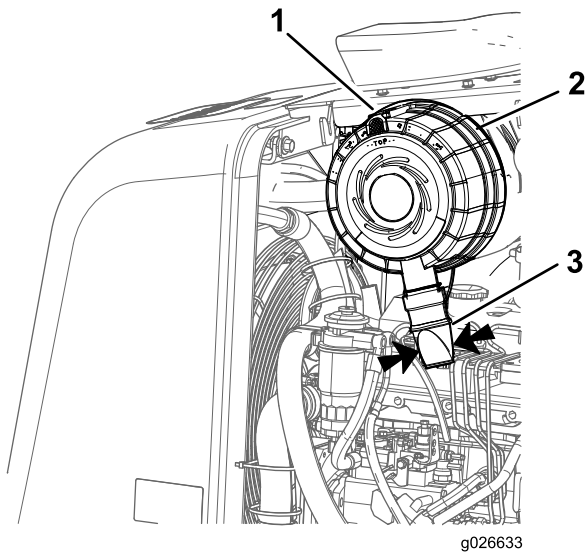

Figure 45
Serrez les côtés de la valve à poussière pour évacuer l'eau, la poussière ou les saletés éventuellement accumulées (Figure 45).
2. Tirez le verrou du couvercle de filtre à air vers l'extérieur (Figure 45).
- Faites pivoter le couvercle du filtre dans le sens horaire pour placer le capuchon antipoussière à la position 8 heures (Figure 45).
- Poussez vers l'intérieur le verrou situé sur le couvercle du filtre à air jusqu'à ce qu'il soit complètement engagé (Figure 45).